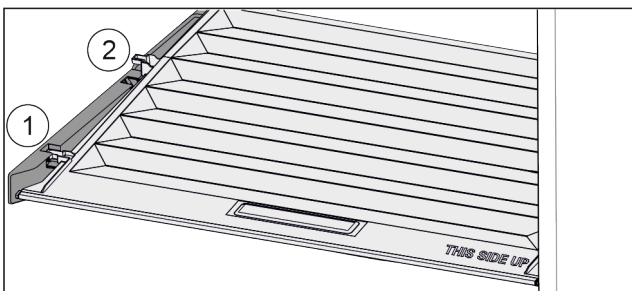

Fig. 67
- ▶ Потянуть крышку до отверстия в поддерживающих деталях вперед Fig. 67 (1).
- ▶ Поднять сзади снизу и извлечь Fig. 67 (2) движением вверх.